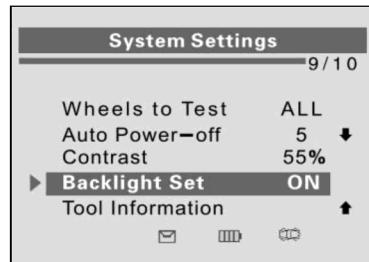

Рисунок 2-18
1) В окне **System Settings** [Параметры системы] с помощью **кнопок прокрутки вверх/вниз** выберите пункт **Backlight Set** [Настройка подсветки], а затем нажмите кнопку **Y**. См. рисунок 2-18.